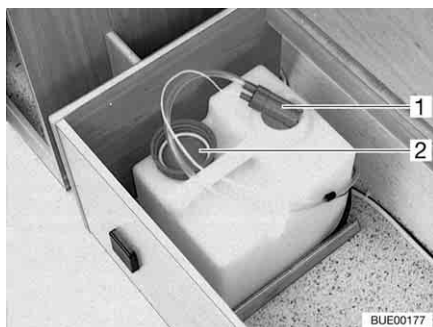

Fig. 162 Réservoir d'eau 16 l
Fermer le réservoir d'eau pendant le transport, à l'aide du couvercle de fermeture (Fig. 162,2).
- Retirer la pompe à eau (Fig. 162,1) du réservoir d'eau.